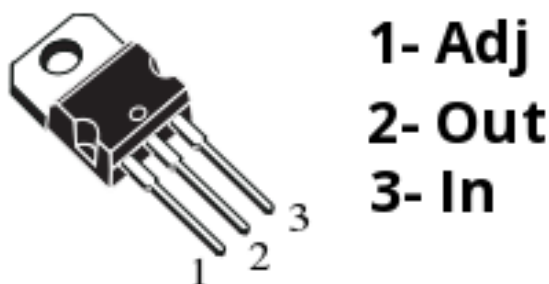

Рисунок 3. Цоколёвка LM317T
- Цоколёвка микросхемы **LM317T** по спецификации производителя представлена на рис. 3: